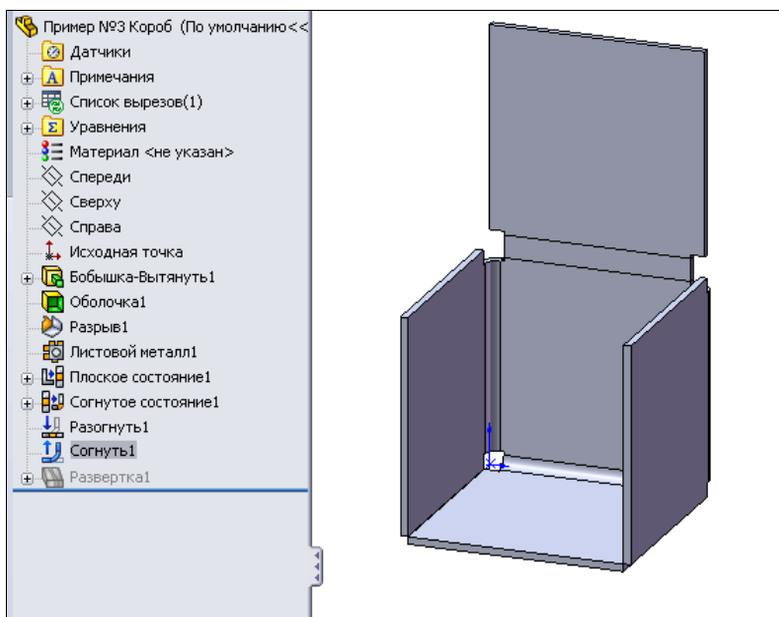

Рис. 4.56
13. Зафиксируем, как и в предыдущем построении, **Грань<1>** и согнем **Острый сгиб2**, таким образом, вернув его в прежнее положение. Закончим преобразование детали, нажав кнопку **ОК**  (рис. 4.56).